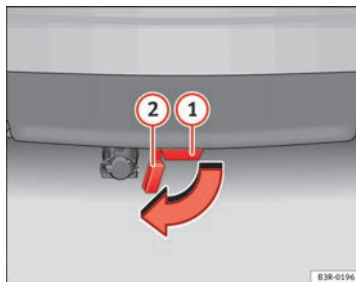

Abb. 156 Stoßfänger hinten: Verschlussdeckel aufklappen
- Klappen Sie den Verschlussdeckel (2) ⇒ Abb. 156 des Aufnahmeschachts (1) unterhalb des Stoßfängers bis zum Endanschlag heraus. Der Verschlussdeckel verrastet am Endanschlag automatisch.